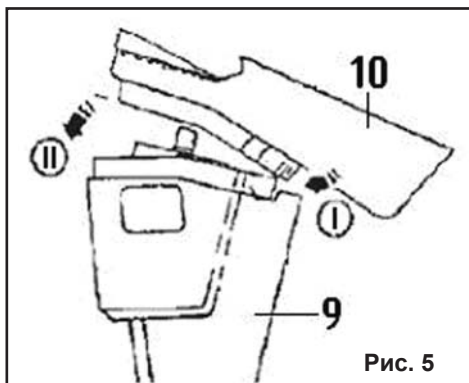

Рис. 5
7.2.1. Установите защитный кожух (10) на нижнюю штангу (9), в соответствии с Рис.5.